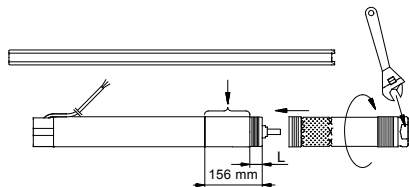

Fig. 6
1. inserire il motore orizzontalmente in una morsa e serrare, vedere fig. 6.
Servirsi di una chiave opportuna che imbrocchi sui piani dell'estremità del corpo pompa opposta al motore, vedere fig. 6.